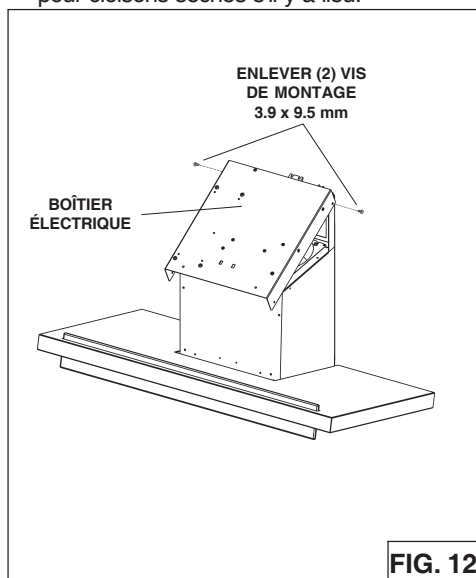
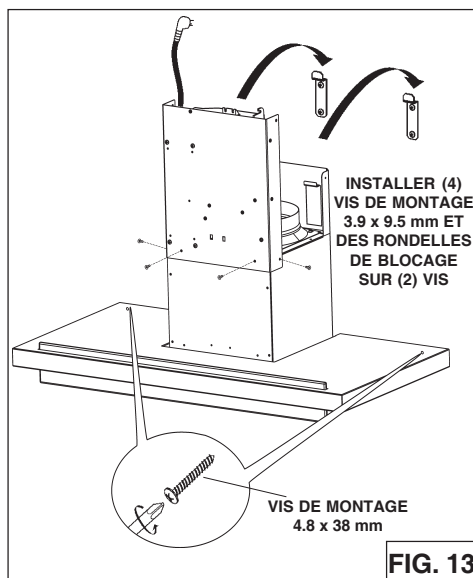

FIG. 12
FIG. 13
1. Enlevez le boîtier électrique du cadre de la cheminée en retirant (2) vis de 3,9 x 9,5 mm. Fig. 12.
2. Fixez le boîtier électrique au cadre à l'aide des (2) vis de 3,9 x 9,5 mm enlevées à l'étape 1 et de (2) vis 3,9 x 9,5 mm et (2) rondelles de blocage du sachet de quincaillerie.
3. Installez la hotte sur les brides de montage au mur. Fig. 13. Réglez les vis de nivellement des brides de montage afin de mettre la hotte de niveau.
4. Marquez et installez (2) vis supplémentaires, tel qu'illustré. Utilisez les chevilles d'ancrage pour cloisons sèches s'il y a lieu.